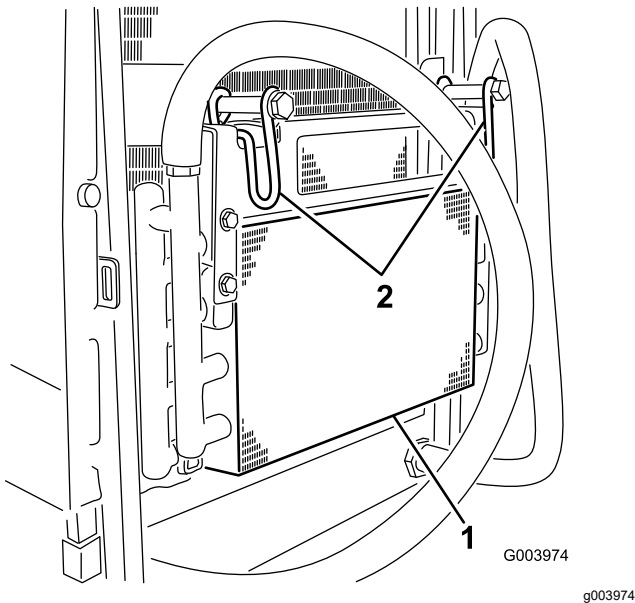

Figure 141
7. Tournez les 2 attaches du refroidisseur d'huile vers l'intérieur, puis inclinez le refroidisseur d'huile (Figure 141).